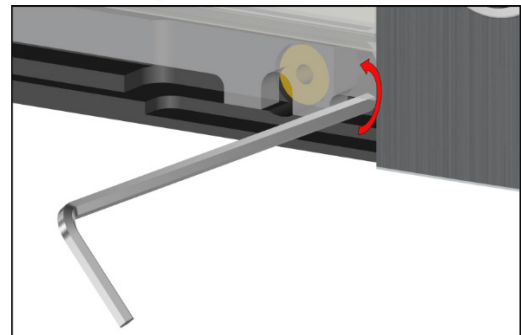

Abb. 5: Namensschildmodul entfernen
- ▶ Setzen Sie den Imbusschlüssel dazu an der rechten Seite in den Ausschnitt vom Namensschildmodul ein, siehe Abb. 5 unten.